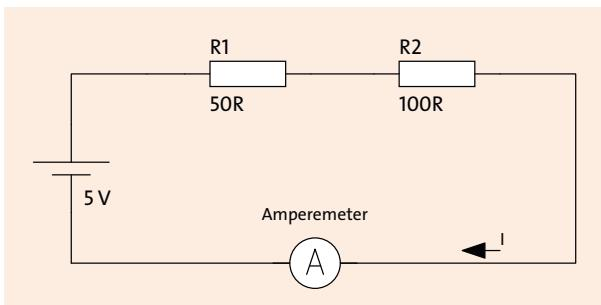

Abbildung 10.12 Strommessung
- Die **Strommessung** (siehe Abbildung 10.12) ist mit *A* gekennzeichnet und erwartet meist ebenfalls die Einstellung des erwarteten Messbereichs. Sie hat im Vergleich zu den beiden vorigen Messungen eine Besonderheit. Das Multimeter hat in der Regel drei Anschlussbuchsen für die Messleitungen. Die *COM*-Buchse wird für alle Messungen benötigt und beinhaltet meist die schwarze Messleitung. Für eine Strommessung allerdings muss ab einer angegebenen Stromstärke die rote Messleitung umgesteckt werden. Die Sicherung der mittleren Buchse ist in der Regel für Ströme bis ca. 200 mA dimensioniert. Größere Ströme bis in etwa 10 A können nur über die extra gekennzeichnete Buchse gemessen werden.